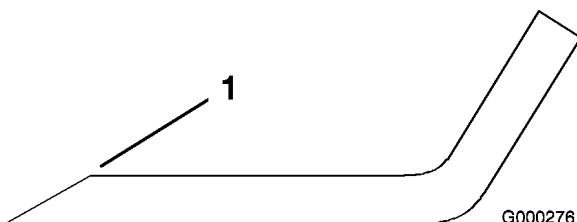

Figure 77
1. Au moyen d'une lime, aiguissez les tranchants aux deux extrémités de la lame (Figure 77) en veillant à conserver l'angle de coupe d'origine. Limez la même quantité de métal sur chacun des deux tranchants pour ne pas déséquilibrer la lame.